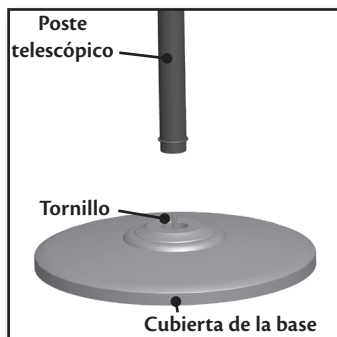

Figura 4
2. Inserte la base del tubo telescópico en la parte superior de la cubierta de la base e instale el peso de la base girando el tornillo en sentido horario en el centro del peso de la base. Figura 4.